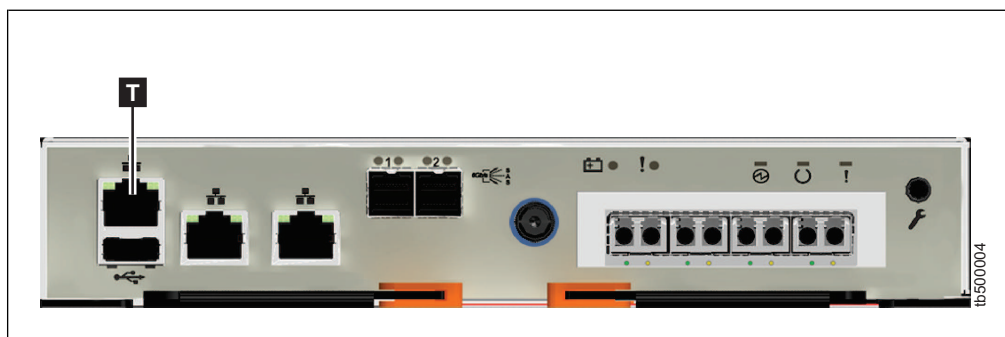

图 144. Storwize V5030 技术人员端口
Storwize V5030 系统具有专用的技术人员端口。图 144 显示端口 (T) 的位置。